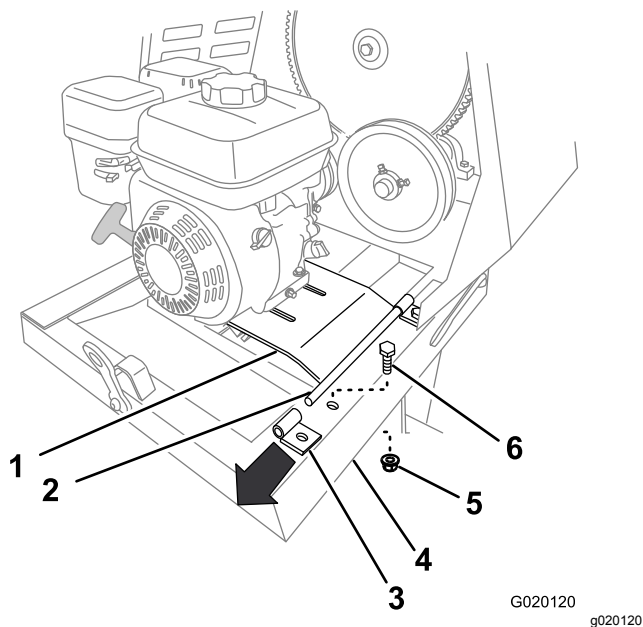

Figura 51
8. Retire el perno y la tuerca que fijan el soporte trasero de la bisagra de la chapa del motor al bastidor de la máquina (Figura 51).
6. Sujete el soporte trasero al bastidor de la máquina usando el perno y la tuerca (Figura 51) que retiró en el paso 8 de Cómo retirar el motor \(página 38\).
9. Tire hacia arriba del borde trasero de la chapa del motor y retire el soporte de la bisagra (Figura 51).